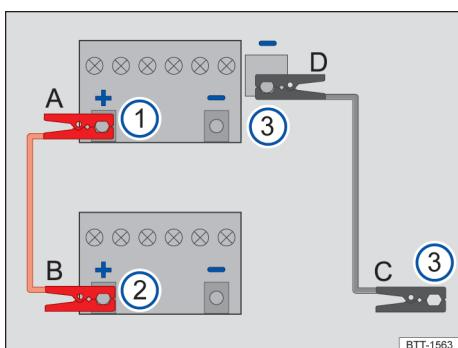

图 149 应急启动 - 电缆连接示意图
→ 图 149 的图例：
→ 图 149。
- 将**红色**应急启动电缆的一端连接到 12V 汽车蓄电池→ 图 149 ① 电量耗尽的车辆的正极 (+) 上→ ▲。
- ◀ - 将**红色**应急启动电缆的另一端连接到供电车辆→ 图 149 ② 的正极 (+) 上。
- 将**黑色**应急启动电缆的一端连接到应急启动接点（接地端）→ 图 149 ③ 上。
- 将**黑色**应急启动电缆的另一端连接到 12V 蓄电池电量耗尽的车辆→ 图 149 ③ 上。→ ▲
- 仅按照顺序 D - C - B - A 断开启动辅助电缆 → 图 149。